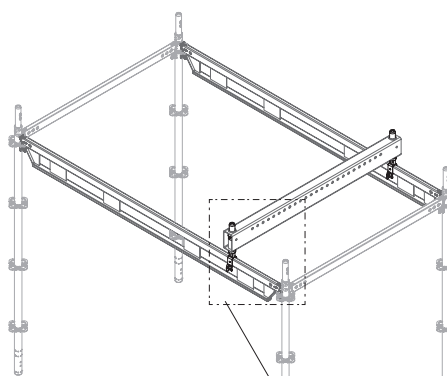

Fig. A8.02
- non si sposa con quello della sottostruttura portante, variante 2 (Fig. A8.02).
- La sottostruttura portante inizia con il bordo inferiore del corrente (28) e non è oggetto delle Istruzioni di montaggio e d'uso.
- (Fig. A8.02)